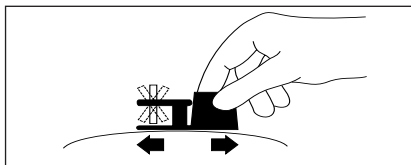

FIGURA 7
- Seguindo o sentido da seta no dispositivo, desloque lentamente a base do MAGNA-FINDER™ para trás e para a frente sobre a superfície do tecido, conforme mostrado na Figura 7. O íman do MAGNA-FINDER™ irá indicar a localização do local de injeção num plano.